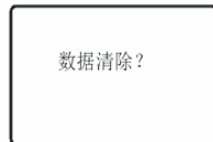

图6-5
6.3.8【▲】+【▼】:同时按下两个按键进入密匙校验状态，密匙校验成功后允许进入数据清除界面，如图6-5示，此时按下【确认】键。则将清除所有存数的记录参数。并恢复到正常显示状态。